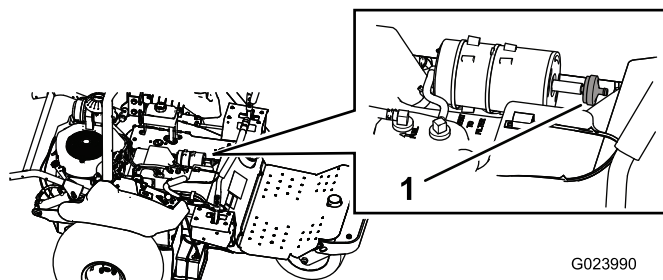

Figure 47
2. Détachez le filtre de la cartouche de charbon (Figure 47).